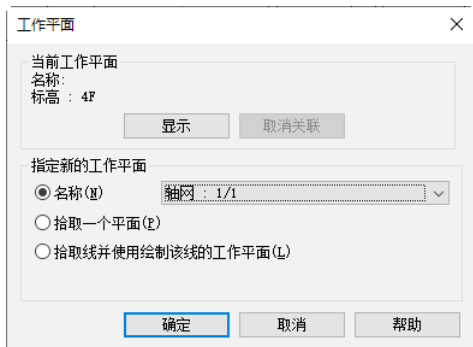

图 6-68 “工作平面”对话框
(11) 单击“结构”选项卡“工作平面”面板中的“设置”按钮，打开“工作平面”对话框，选择“名称”单选项，在其下拉列表中选择“轴网: 1/1”，如图 6-68 所示，单击“确定”按钮。